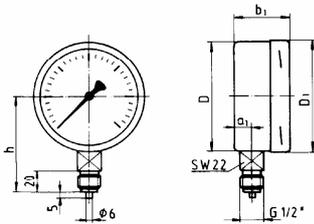

Abb. 107
- Abb. 107 = Korrosionsgeschützte Edelstahl-Ausführung, Anschluss radial nach unten
- Abb. 109 = Kontaktmanometer (Abb. 107 mit Kontakteinrichtung, Aufbausatz vorn)